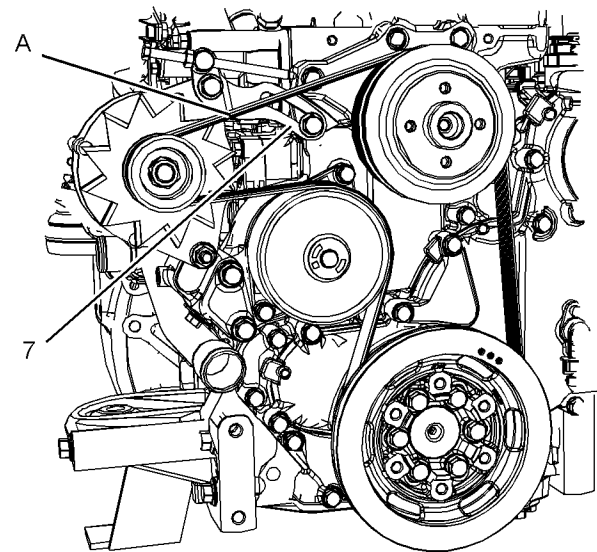

Abbildung 36
5. Den neuen Riemen entsprechend der Riemenkonfiguration (A) montieren. Sichtprüfen, ob der Riemen korrekt ausgerichtet ist.
6. Die Schraube (2) im Uhrzeigersinn drehen, um die Riemen Spannung zu erhöhen. Sicherstellen, dass der Verbindungsgliedeinsteller (7) maximal gespannt ist (siehe Abbildung 36).
7. Erst die Schraube (5), die Mutter und die Schraube (6) und dann die Mutter und die Schraube (1) anziehen. Diese Muttern und Schrauben auf ein Anziehdrehmoment von 50 Nm (37 lb ft) festziehen.
8. Die Schraube (2) zwei komplette Umdrehungen entgegen dem Uhrzeigersinn drehen und die Mutter (3) auf ein Anziehdrehmoment von 30 Nm (22 lb ft) festziehen.